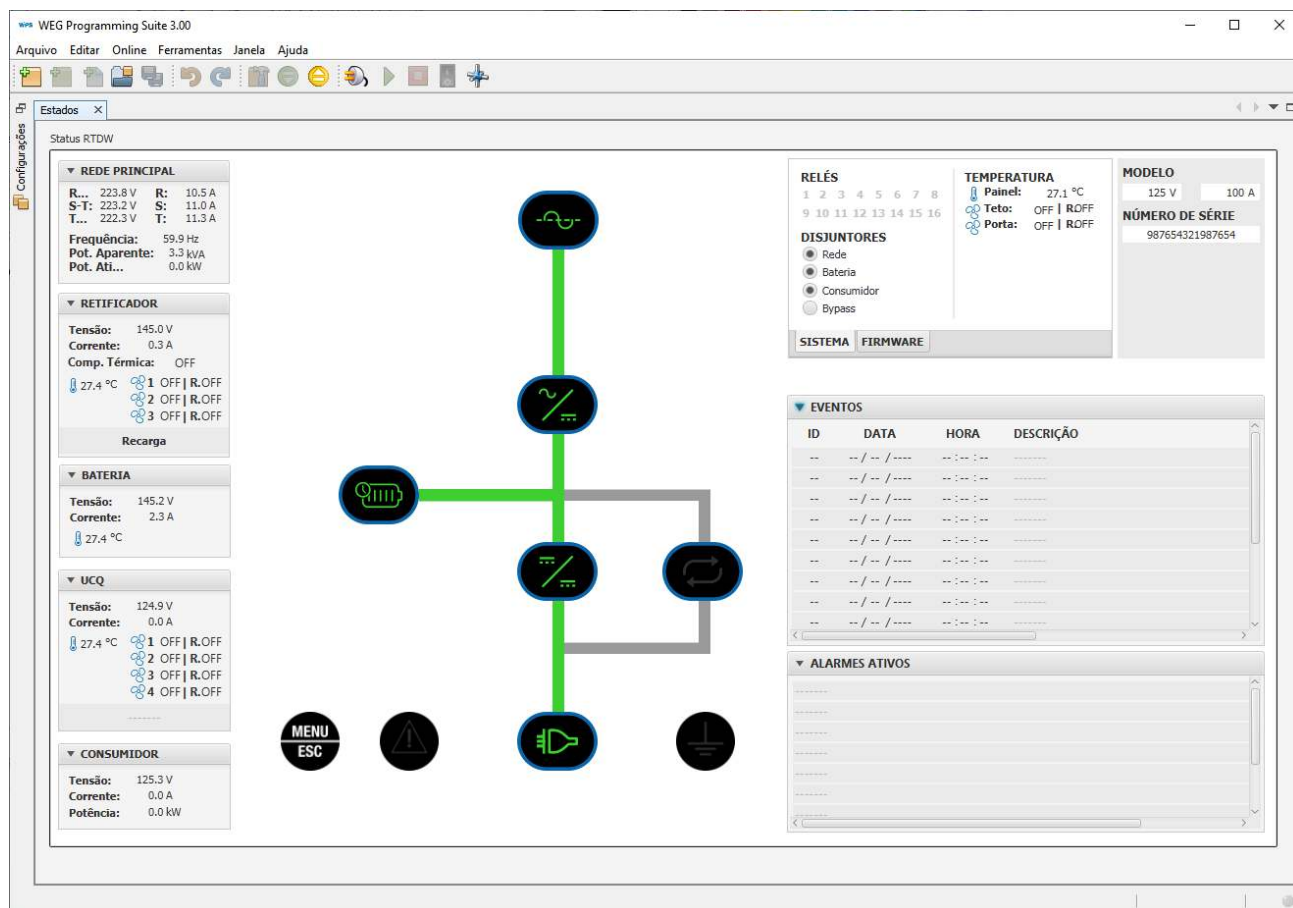

Figura 6.46: Assistente Estados – Sinóptico
- Com um clique duplo, abra o assistente Estados. Através dele é possível monitorar e comandar toda a operação do RTDW, conforme mostra a Figura 6.46 na página 6-50.